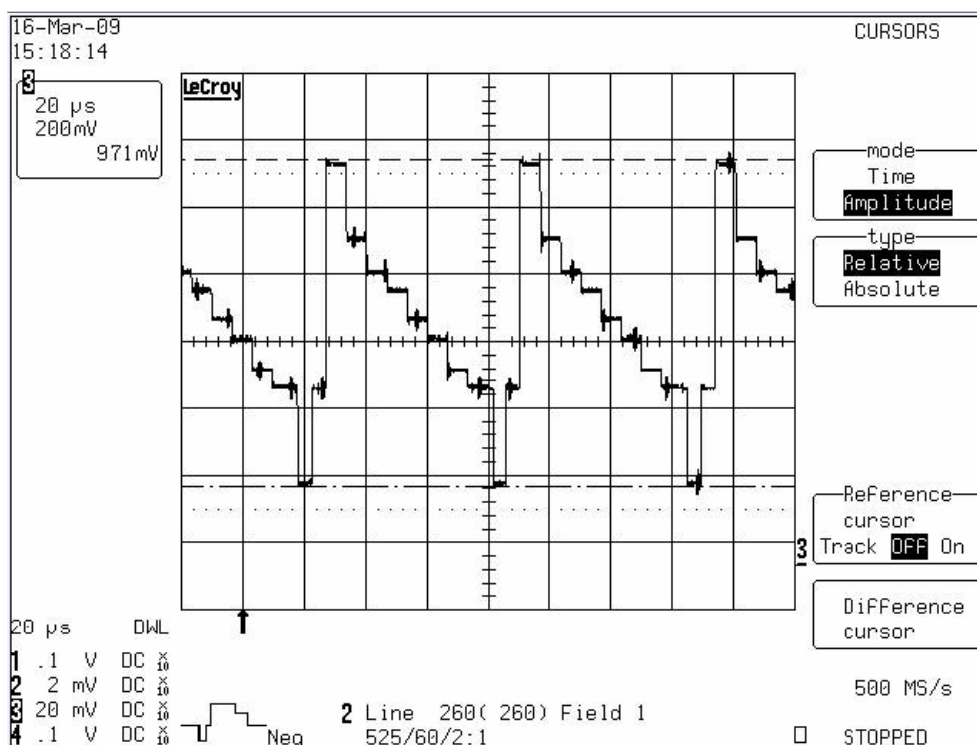

图21
3、S端子输入全彩条信号，在进入主芯片N39的耦合电容C43之后（S-VIDEO—C 部分）的波形如图21 所示：